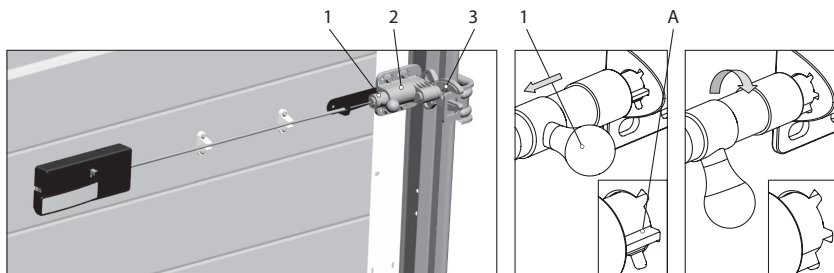

Рис. 2. Перевод запирающего устройства в постоянно разблокированное положение
- выдвинуть подпружиненный палец (1) из корпуса (2) и повернуть его до вхождения выступа (А) в один из боковых пазов корпуса (рис.2);
- проверить свободный ход вилки (3) в любом положении нажимной ручки.